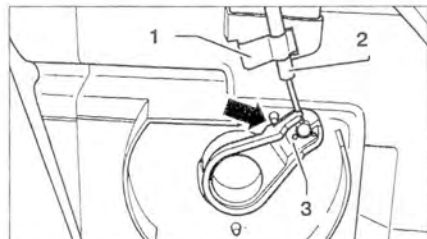

Рис. 9.75. Нажмите рычаг 3 до упора и удерживайте его (стрелка). Вставьте конец обмотки троса в рычаг 3 и затяните втулку 2 фиксатором 1.
16. Нажмите рычаг 3 до упора и удерживайте его (стрелка) (рис. 9.75). Вставьте конец обмотки троса в рычаг 3 и затяните втулку 2 фиксатором 1.